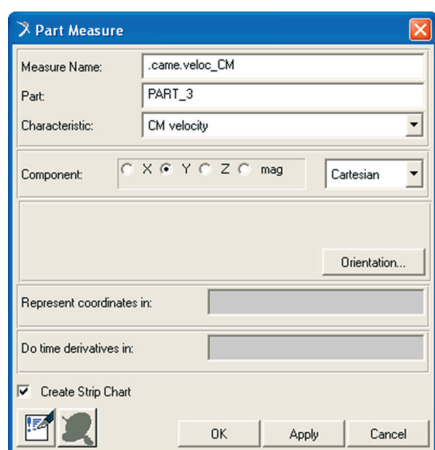

Figura 3.21 – Criando janela gráfica para a velocidade do seguidor.
- O próximo passo é criar uma janela gráfica para mostrar a variação da velocidade do seguidor. Ainda na caixa de diálogo *Part Measure*, altere o *Measure Name* para “*veloc\_CM*”. No campo *Characteristic* selecione a opção *CM velocity*. No campo *Component* mantenha selecionada a opção Y (Figura 3.21). Clique em *Apply*.